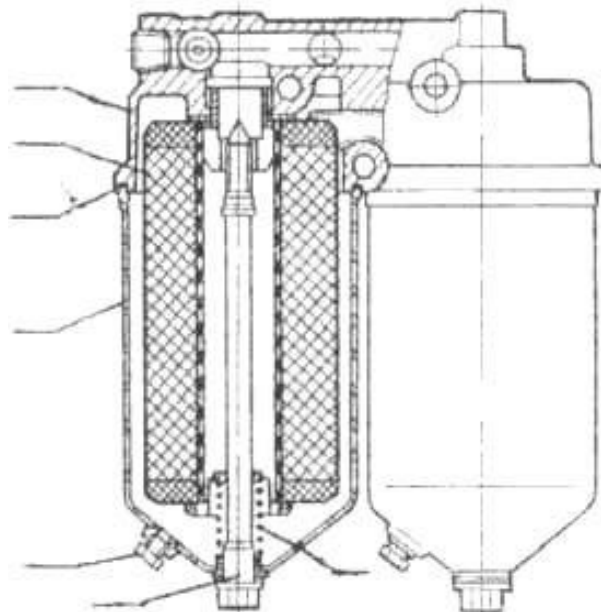

Рис. 4.2. Полнопоточный масляный фильтр поглощающего типа:
2. Обозначьте, согласно указателю (рис. 4.2), номер детали фильтра, соответствующий подрисуночной подписи..